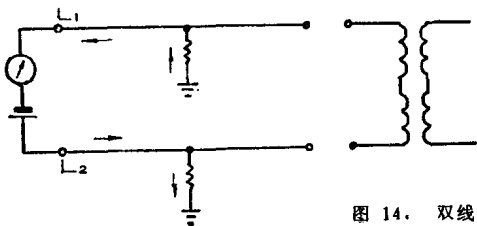

图 14. 双线接地
②对方断开后，若两线间还有电阻，而且这个电阻一般情况下大于正常时的电阻，对地又都有指数，就为双线接地障碍，如图14所示。